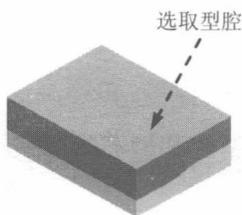

图 1.16 选取移动对象
(1) 创建爆炸图。选择下拉菜单**装配(A)**  **爆炸图(X)**  **新建爆炸(N)...** 命令, 系统弹出“新建爆炸”对话框, 采用系统默认的名称, 单击**确定**按钮。
(2) 编辑爆炸图。选择下拉菜单**装配(A)**  **爆炸图(X)**  **编辑爆炸(E)...** 命令, 系统弹出“编辑爆炸”对话框; 选取如图 1.16 所示的型腔为移动对象; 选中**移动对象**单选项, 选取 Z 轴为移动方向, 在**距离**文本框中输入数值 100, 按 Enter 键确认, 移动结果如图 1.17